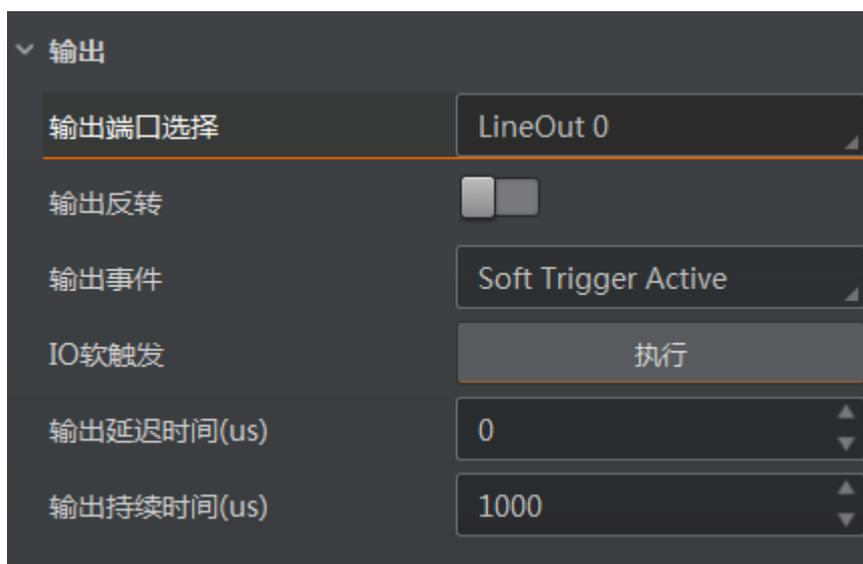

图3-47 软触发
- 当输出事件源选择“Soft Trigger Active”输出时，除输出信号的延迟时间和持续时间参数外，还需要通过 IO 软触发处的“执行”按钮提供输出事件，如图 3-47 所示。